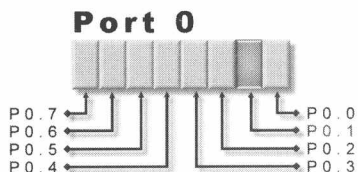

图 1-4 输入/输出端口
² 通常存储器的操作是以字节 (B) 为单位，“可位寻址”是访问存储器、寄存器或输入/输出端口时，可指定其中的一个位，例如要指定 P0 输入/输出端口中的 bit 1，则指定为 P0.1 即可，如图 1-4 所示。